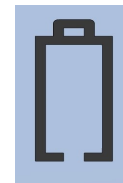

Fig. 1A
1. Ligue a ferramenta e verifique o canto superior esquerdo do visor para ver se aparece o símbolo da bateria. Caso o símbolo da bateria esteja aparecendo (Fig. 1A), passe para a seção de Cuidados e Manutenção na página 9. Se o símbolo da bateria não estiver visível, isso é uma indicação de que ela está carregada.